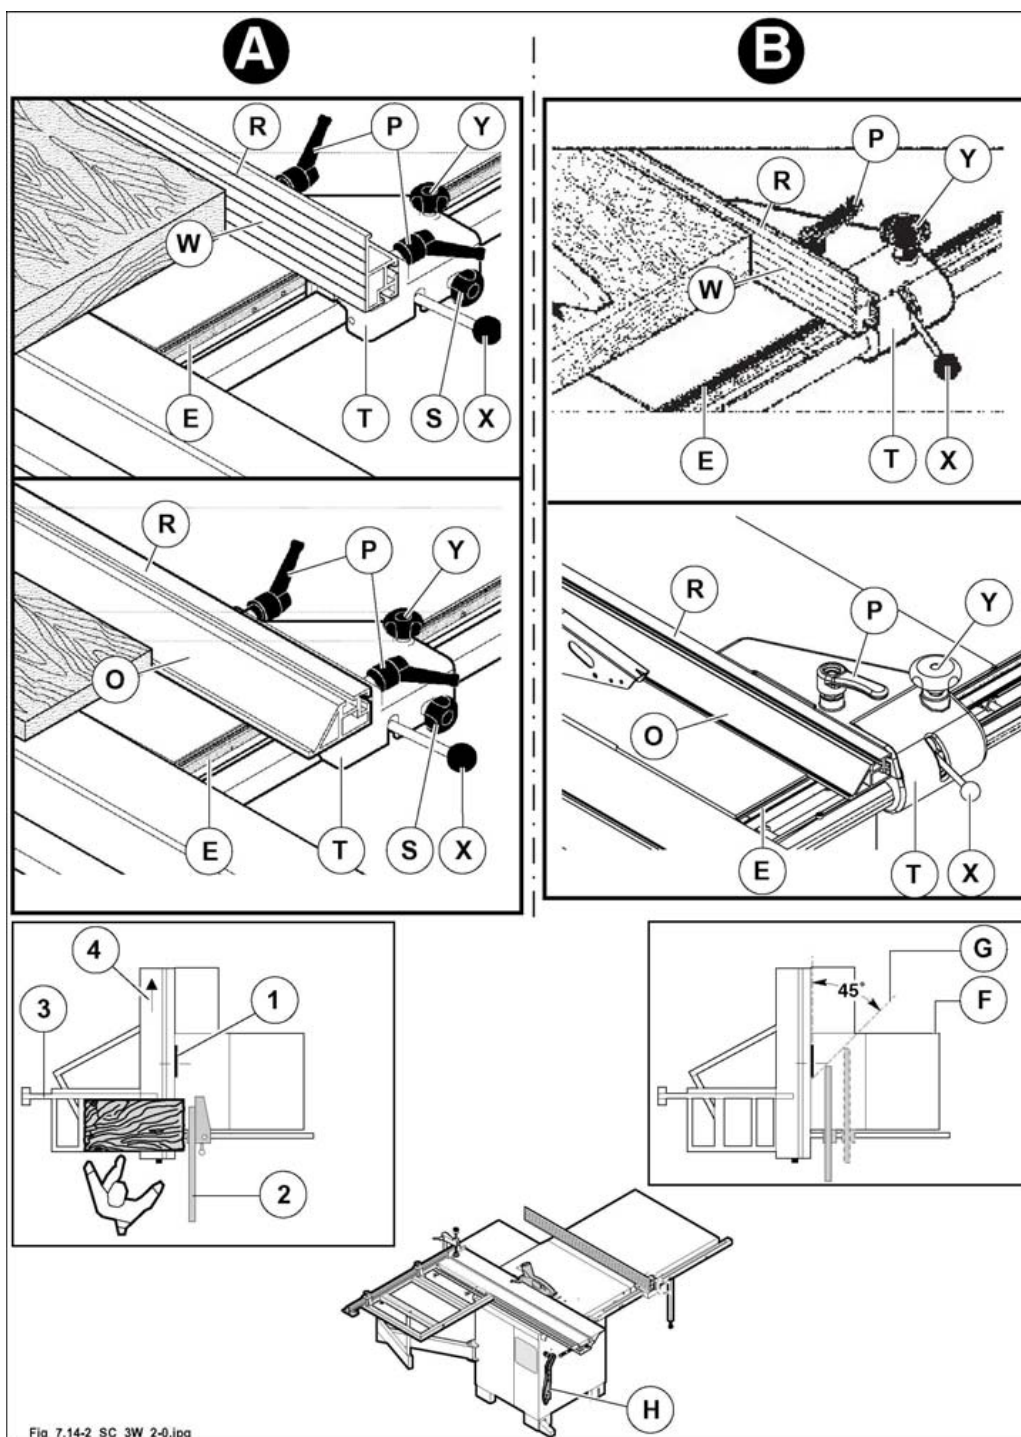

Fig. 7.14-2
Linjalen (R fig. 7.14-2) kan glida longitudinellt efter att man frikopplat handtagen (P fig. 7.14-2); när en positionering slutförts ska man fästa handtagen.
**den främre änden av raden får aldrig skjuta ut från änden på sidan av planet (F bild 7.14.2), utan måste nå fram till en tänkt linje (G bild 7.14.2) som startar från den första tanden på bladet och glider framåt 45°. På så sätt undviker man att sågbladets uppåtgående tänder tar tag i arbetsstycket och kastar den tillbaka mot den som sågar.**
Linjalen (R fig. 7.14-2) kan inta 2 positioner efter att man lossat handtagen P fig. 7.14-2.
- 1) Vertikalläge med sidan (W fig. 7.14-2) vänd mot stycket.
- 2) Horisontalläge (O fig. 7.14-2) för skärning av tunna arbetsstycken och för sågning med gering.
**i detta läge finns det tillräckligt med plats för att kunna mata fram arbetsstycket med en träpåskjutare (H fig. 7.14-2) som medföljer maskinen.**
- 3) Efter varje placering ska man dra åt spaken (P fig. 7.14-2).
- Lossa spaken (X fig. 7.14-2) och handtaget (S fig. 7.14-2);
- dra manuellt skenan (T fig. 7.14-2) och kontrollera på meterlinjalen (E fig.
- dra åt handtaget (S fig. 7.14-2);
- använd handtaget (Y fig. 7.14-2) för att fininställa skenan;
- dra åt spaken (X fig. 7.14-2) efter inställningen.
- Lossa spaken (X fig. 7.14-2);
- dra manuellt skenan (T fig. 7.14-2) och kontrollera på meterlinjalen (E fig. 7.14-2).
- tryck på handvredet (Y fig. 7.14-2) och vrid.
- Dra åt spaken (X fig. 7.14-2) efter inställningen.
användning av den längsgående styrskenan (2 fig. 7.14.2) för att förhindra återslag under tvärgående skärningar.
Under skärning med den tvärgående styrskenan (3 fig. 7.14.2), ska den främre änden på den längsgående styrskenan (2 fig. 7.14.2) vara placerad innan den främre änden på klingan (1 fig. 7.14.2) eller placerad så den inte är i kontakt med stycket.